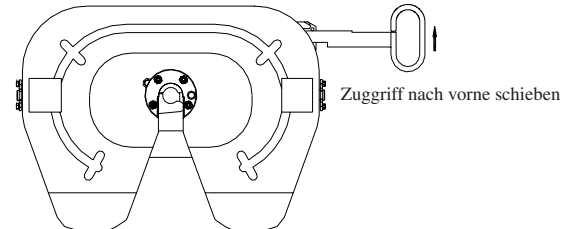

Abbildung 10 - Öffnen der Sattelkupplung
3. Zuggriff der Sattelkupplung ca. 25 mm in Richtung der Fahrzeugvorderseite drücken (siehe Abb. 10).